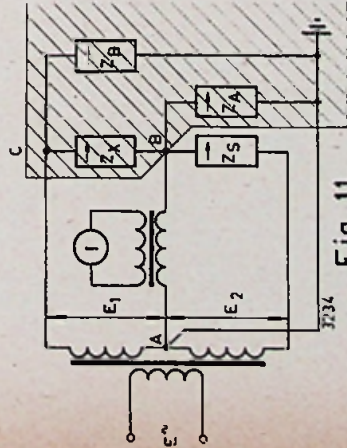

Fig. 10
Is de impedantie Z_x uit fig. 10 niet zuiver ohms, maar b.v. capacitief, dan moet ook Z_s capacitief zijn. Het capacitieve deel van Z_s moet daarbij onafhankelijk van het reële deel der impedantie instelbaar zijn.
BRUGSCHAKELING MET TRANSFORMATOR (1) - fig. 10.